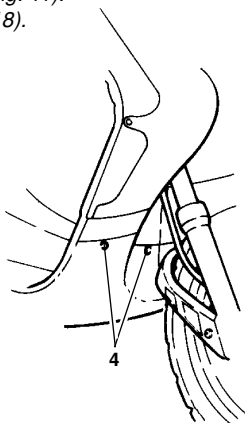

Fig. 18
- Svitare le viti del puntone (4 - Fig. 18).
- Remove the bolts in the lower panel (4 - Fig. 18).